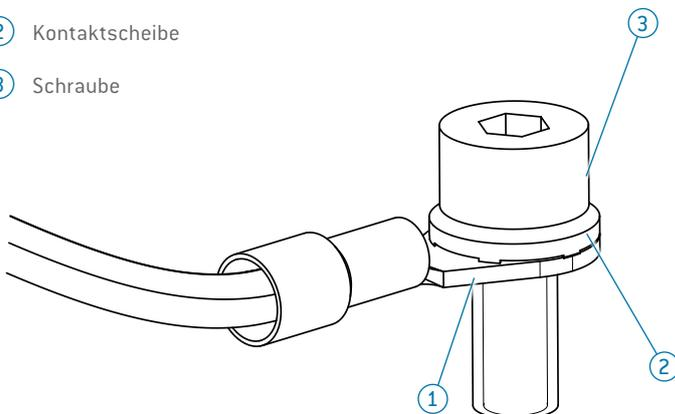
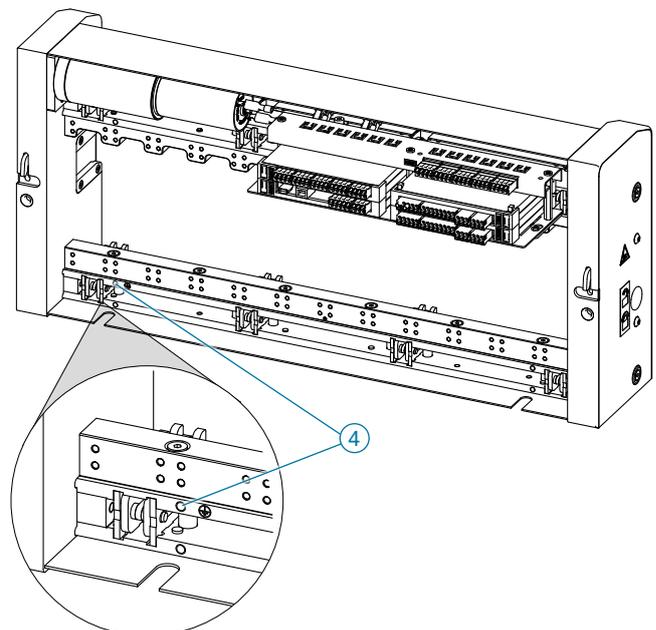
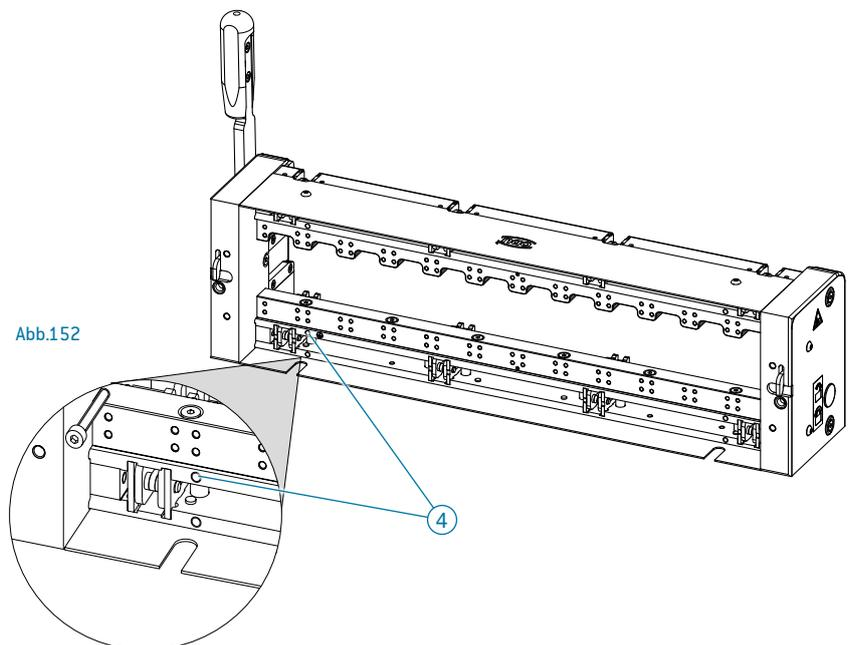

Abb.145
Abb.149
Abb.152
- Beim Betrieb des Receivers ① ohne zusätzlichen Anschraubteile ②, ist in diesem Fall der Schutzleiteranschluss an der in Abb. 149 gekennzeichneten Stelle ④ anzubringen, der hier vorgeschriebene Drehmoment kann aus Tabelle Kap. 6.17 entnommen werden. Dabei muss der Schutzleiteranschluss wie in Kap. 7.6, Abb. 145 und 146 beschrieben aufgebaut sein.
- Beim Betrieb des Receivers ① mit zusätzlichen Anschraubteilen (z.B. Montageplatte ② oder Teleskopauszug Kap. 7.6.4), muss die Schutzverbindung an den dort gekennzeichneten Stellen ④ angebracht werden. Die Übertragung der Schutzverbindung wird dann über die beschriebenen Befestigungspunkte ③ realisiert, auch hier sind die Drehmomentvorgaben nach Tabelle Kap. 6.17 einzuhalten.
- Beim Betrieb des Receivers ① ohne zusätzlichen Anschraubteile ② ist in diesem Fall der Schutzleiteranschluss an der in Abb. 152 mit ④ gekennzeichneten Stelle anzubringen, der hier vorgeschriebene Drehmoment kann aus Tabelle Kap. 6.17 entnommen werden. Dabei muss der Schutzleiteranschluss wie in Kap. 7.6, Abb. 145 und 146 beschrieben aufgebaut sein.
- Beim Betrieb des Receivers ① mit zusätzlichen Anschraubteilen (z.B. Montageplatte ② oder Teleskopauszug siehe Kap. 7.6.3), muss die Schutzverbindung an den dort gekennzeichneten Stellen ④ angebracht werden. Die Übertragung der Schutzverbindung wird dann über die beschriebenen Befestigungspunkte ③ realisiert, auch hier sind die Drehmomentvorgaben nach Tabelle Kap. 6.17 einzuhalten.
- Die Schutzverbindung am 12-Flex TWO M Tabletop Receiver **①** erfolgt über den Schutzleiteranschluss **②**.
- Für den Anschluss ist hier ein M6 Gewinde vorgesehen. Dabei muss der Schutzleiteranschluss wie in Kap. 7.6, Abb. 145 und 146 beschrieben aufgebaut sein.
- Die Schutzverbindung am 12-Flex FOUR A Receiver Teleskopauszug mit Tischflansch **①** erfolgt über den Schutzleiteranschluss **②**.
- Für den Anschluss ist hier ein M6 Gewinde vorgesehen. Dabei muss der Schutzleiteranschluss wie in Kap. 7.6, Abb. 145 und 146 beschrieben aufgebaut sein..
- Die Schutzverbindung am 12-Flex FOUR A Receiver Teleskopauszug ohne Tischflansch ① erfolgt über den Schutzleiteranschluss ②.
- Die Schutzverbindung am 12-Flex TWO M Receiver Teleskopauszug mit Tischflansch ① erfolgt über den Schutzleiteranschluss ②.
- Für den Anschluss ist hier ein M6 Gewinde vorgesehen. Dabei muss der Schutzleiteranschluss wie in Kap. 7.6, Abb. 145 und 156 beschrieben aufgebaut sein.
- Die Schutzverbindung am 12-Flex FW0 M Receiver Teleskopauszug ohne Tischflansch ① erfolgt über den Schutzleiteranschluss ②.